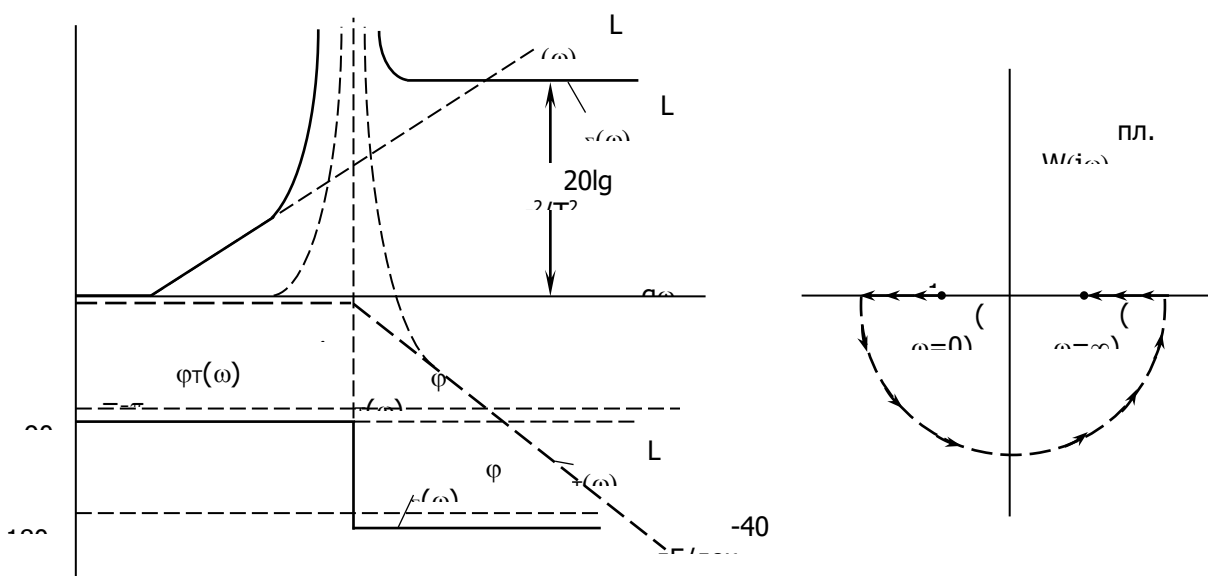

Рис. 4
4. Качественно строим логарифмические частотные характеристики составляющих звеньев ($\alpha_\tau(\omega)$, $\varphi_\tau(\omega)$ и $\alpha_T(\omega)$, $\varphi_T(\omega)$) и после суммирования определяем результирующие характеристики ($\alpha_\Sigma(\omega)$, $\varphi_\Sigma(\omega)$) исходного звена (рис. 4,а).
5. По логарифмическим характеристикам $\alpha_\Sigma(\omega)$, $\varphi_\Sigma(\omega)$ качественно строятся АФХ $W(j\omega)$ исходного звена (рис. 4,б).